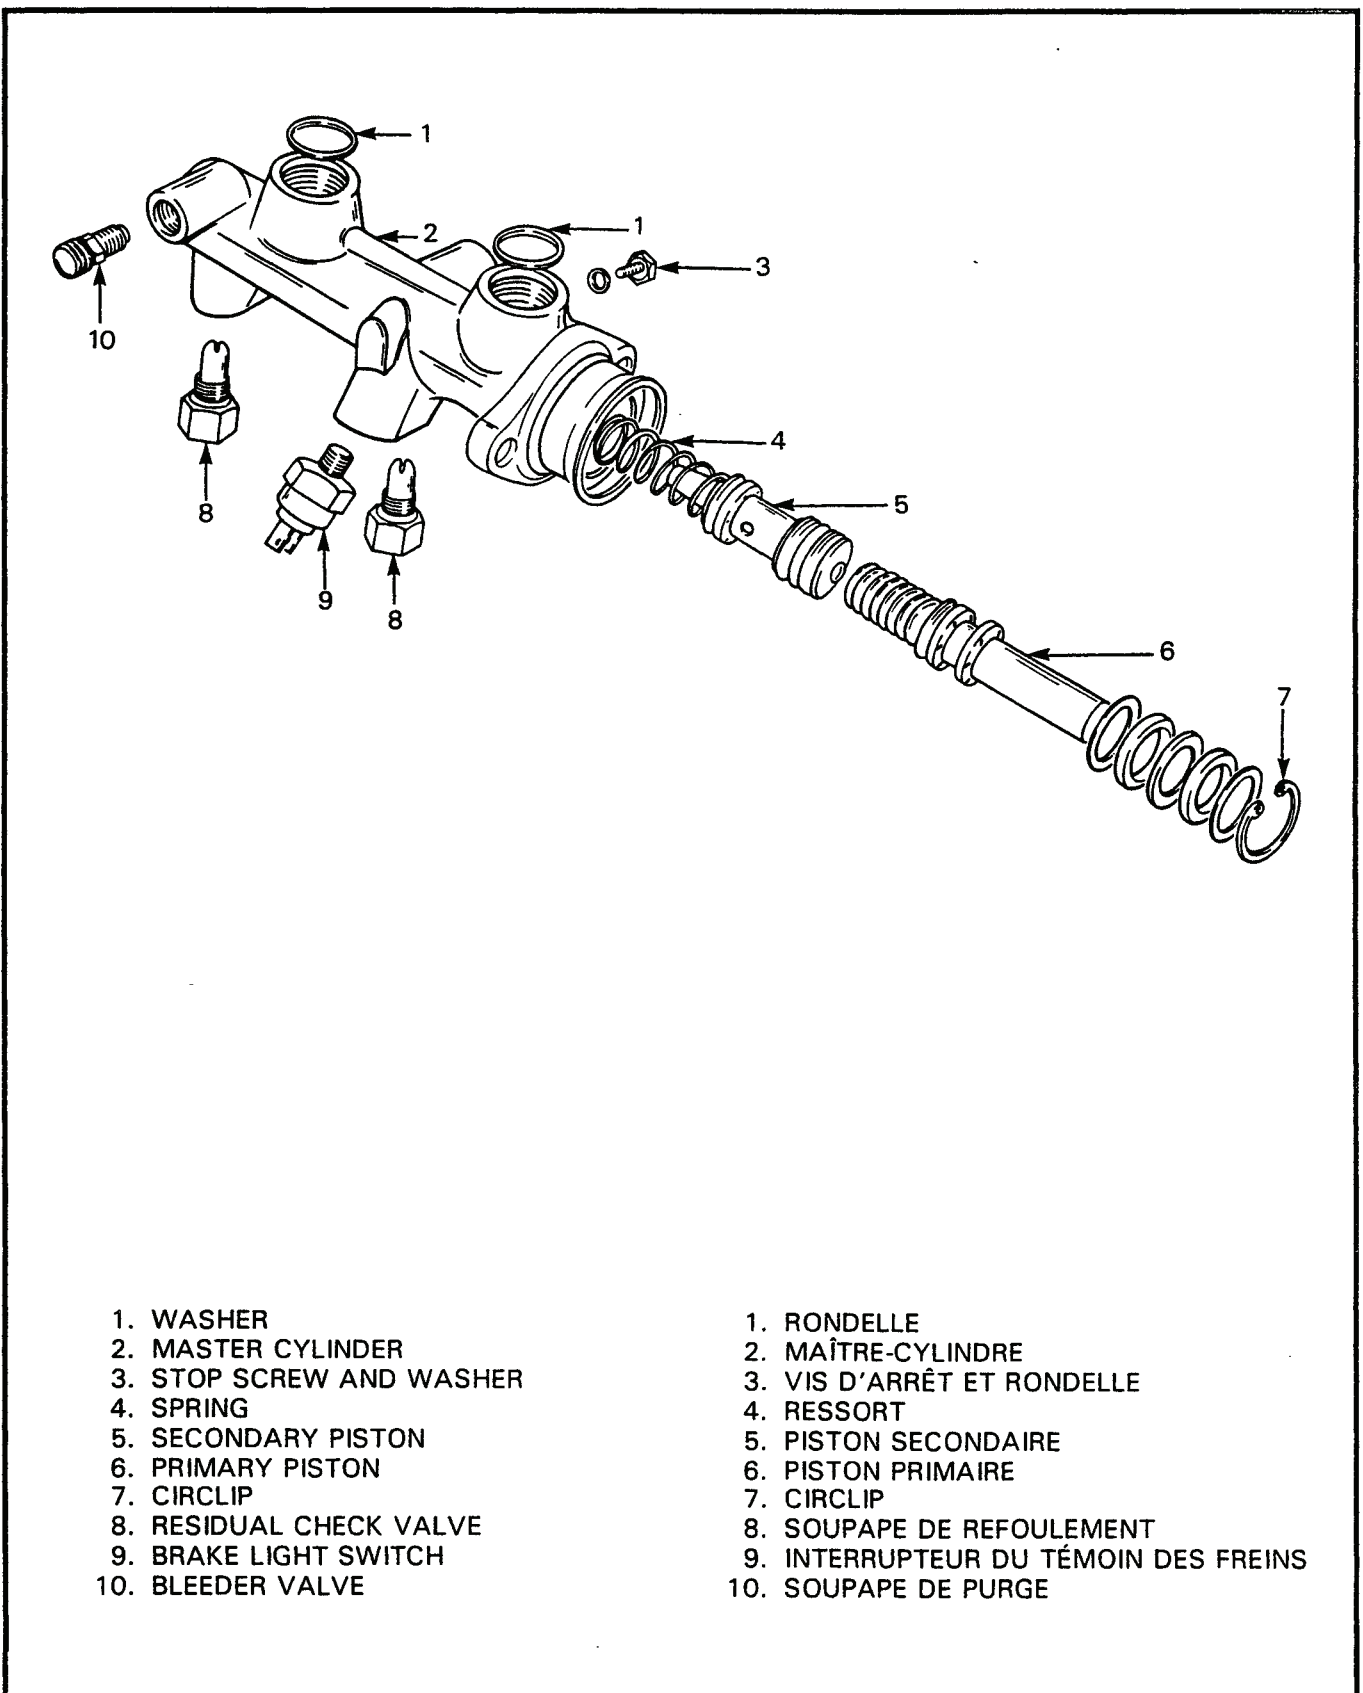

Figure 4-2-1 Master Cylinder
4. **Disassembly** — To disassemble, see Figure 4-2-1 and proceed as follows:
- b. Clamp the cylinder (2) in a vise.
4. **Démontage** — Pour démonter le maître-cylindre, voir figure 4-2-1, et procéder comme suit:
- b. Serrer le cylindre (2) dans un étau.
f. Remove the brake light switch (9) from the cylinder.	f. Enlever l'interrupteur du témoin des freins (9) du cylindre.
g. Remove the two residual check valves (8) from the cylinder.	g. Enlever les deux soupapes de refoulement (8) du cylindre.
h. Remove the two bleeder valves (10) from the cylinder.	h. Enlever les deux soupapes de purge (10) du cylindre.
j. Slightly push the primary piston (6) into the cylinder and remove the stop screw and washer (3) from the cylinder.	j. Enfoncer légèrement le piston primaire (6) dans le cylindre, et enlever la vis d'arrêt et la rondelle (3) du cylindre.
k. Using circlip pliers, remove the circlip (7) from the primary piston.	k. Au moyen de pinces à circlips, enlever le circlip (7) du piston primaire.
n. Tap the open end of the cylinder against a piece of wood or use compressed air to remove the secondary piston (5) from the cylinder.	n. Pour enlever le piston secondaire (5) du cylindre, frapper légèrement l'extrémité ouverte du cylindre contre une pièce de bois ou utiliser de l'air comprimé.
6. **Assembly** — To assemble, see Figure 4-2-1 and proceed as follows:
6. **Assemblage** — Pour assembler le maître-cylindre, voir figure 4-2-1 et procéder comme suit:
- b. Using a piston fitting sleeve, insert the secondary piston (5) into the bore of the cylinder (2), ensuring the spring (4) enters the cylinder first.
- c. Press down on the secondary piston and install the stop screw and washer (3).
- f. Insert the primary piston assembly (6) into the bore of the cylinder.
- g. Using circlip pliers, install a circlip (7) on the primary piston.
- h. Install the two residual check valves (8) and torque to 19 N•m (14 ft lb).
- j. Install the two bleeder valves (10) and torque to 7 N•m (5 ft lb).
- k. Install the brake light switch (9) and torque to 19 N•m (14 ft lb).